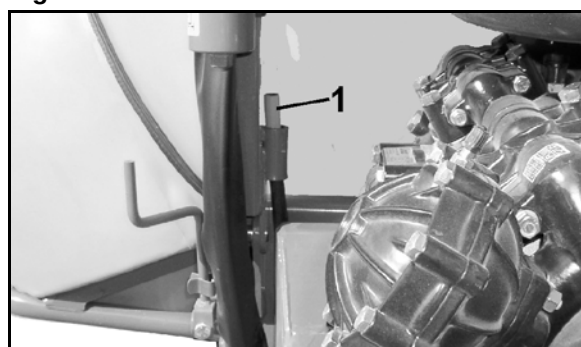

Fig. 51
- Den røde markering (Fig. 51/1) på kontrolvisningen til støttefoden er synlig, når maskinen er anbragt på den hydrauliske støttefod.